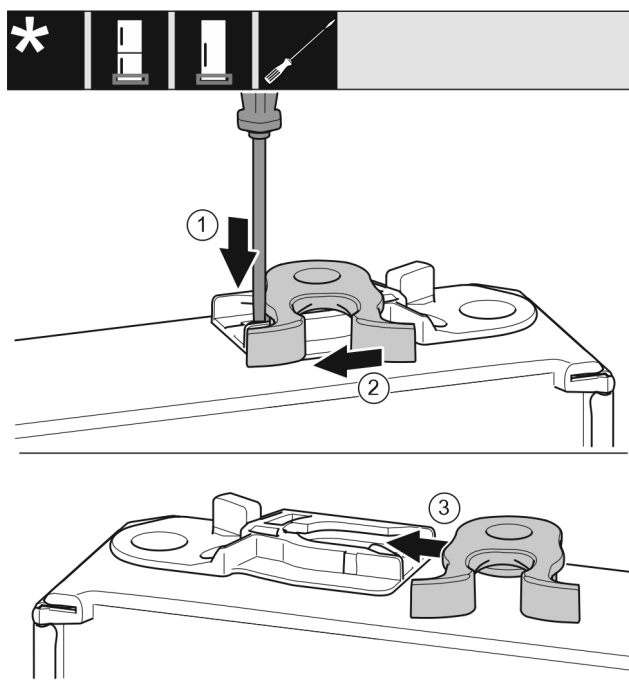

Fig. 18
- ▶ 用带槽螺丝刀向下按住接片。 Fig. 18 (1)
- ▶ 将锁钩从导向装置拉出。 Fig. 18 (2)
- ▶ 将另一侧的锁钩推入导向装置。 Fig. 18 (3)